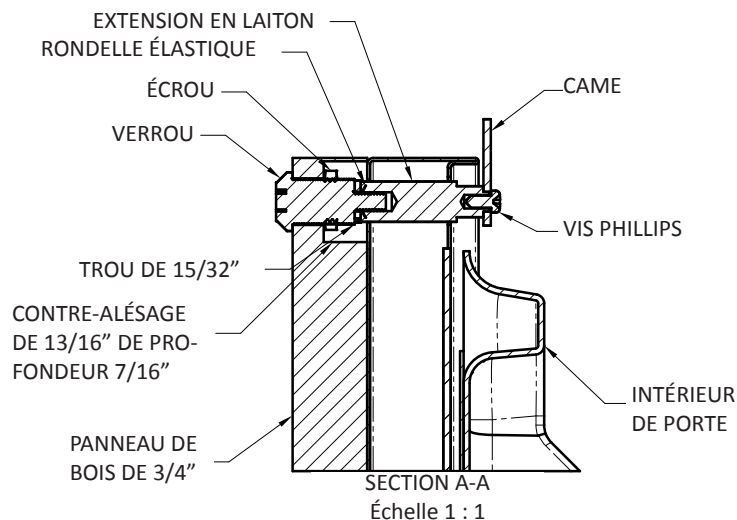

Figure 11
Localisez et marquez avec un crayon l'emplacement du trou de verrouillage sur le panneau de revêtement, c'est le trou dans l'angle supérieur du côté de la poignée de la porte. Enlevez le dispositif de maintien et enlevez le panneau de revêtement de la porte. Sur la face arrière du panneau où vous avez marqué l'emplacement de verrouillage, percez un contre-alésage de 7/16" (11,0 mm) de profondeur dans le panneau de revêtement. Percez un trou de diamètre 15/32" (12,0 mm) dans le panneau de revêtement au milieu de ce contre-alésage en prenant soin de ne pas faire éclater le bois sur la face avant du panneau (Voir la Figure 11).
Deux (2) extensions de verrouillage sont fournies avec le verrou. Utilisez l'extension la plus longue pour un panneau de revêtement d'épaisseur 3/4" et la plus courte pour un panneau d'épaisseur 5/8". Assemblez l'extension de verrouillage, une rondelle d'arrêt de came, une rondelle élastique et une vis de fixation sur le verrou comme montré aux Figures 11 et 12. Installez cet ensemble sur le panneau de revêtement avec l'écrou de maintien en utilisant une douille de 15 mm. Assurez-vous que la fente en trou de serrure du verrou est verticale.